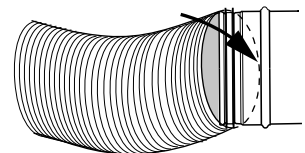

Fig. 1
- Då den flexibla kanalen ansluts till en detalj, skall den flexibla kanalen dras upp till stoppsicken på detaljen (se fig. 1).